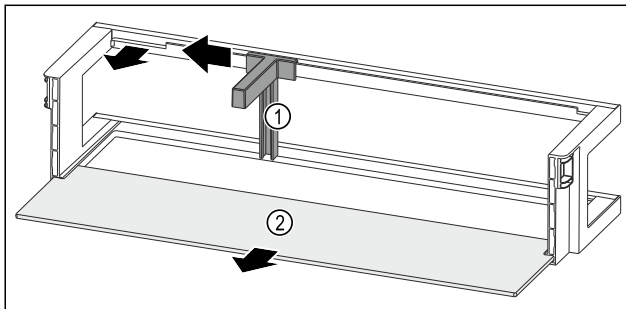

Fig. 128 Türabsteller mit Flaschenhalter und Abstellfläche
- Flaschenhalter Fig. 128 (1) bis zur Aussparung zur Seite schieben.
- Flaschenhalter Fig. 128 (1) entnehmen.
- Abstellfläche Fig. 128 (2) entnehmen.